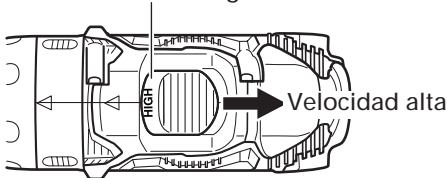

Fig. 18
(1) Operar la perilla de cambio para cambiar la velocidad de rotación. Oprimir el botón de cierre para desencarajar el cerrojo y mover la perilla de cambio en la dirección de la flecha. (Ver la Fig. 18 y 19)